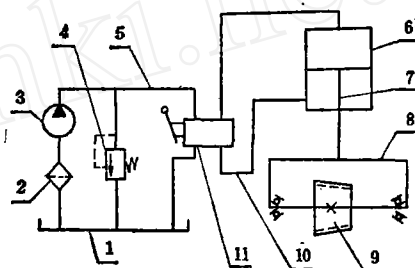

图9
3. 油压给进装置 油路系统如图9。在油压作用下使和活塞杆连在一起的上螺纹滚